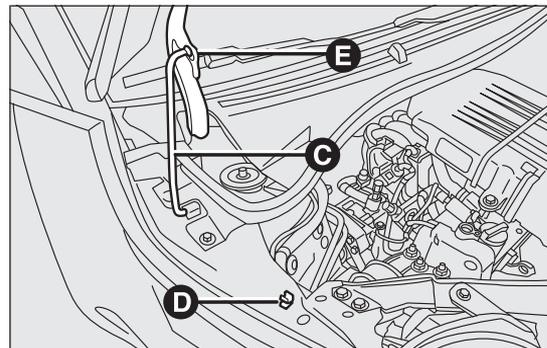

fig. 78
- soulever le capot et libérer en même temps la béquille de maintien C fig. 78 de son dispositif de blocage D, puis introduire l'extrémité de la béquille dans le logement E du capot moteur (orifice large) et pousser en position de sécurité (orifice étroit), comme indiqué sur le schéma.
- d'une main, tenir le capot soulevé et de l'autre, enlever la béquille C fig. 78 du logement E et la remettre dans son dispositif de blocage D